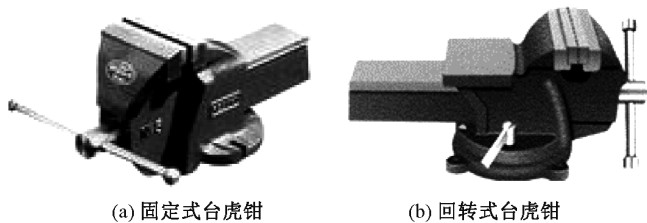

图 1-2 台虎钳
(1) 台虎钳 是用来夹持工件的通用夹具,常用的有固定式和回转式两种,如图 1-2 所示。